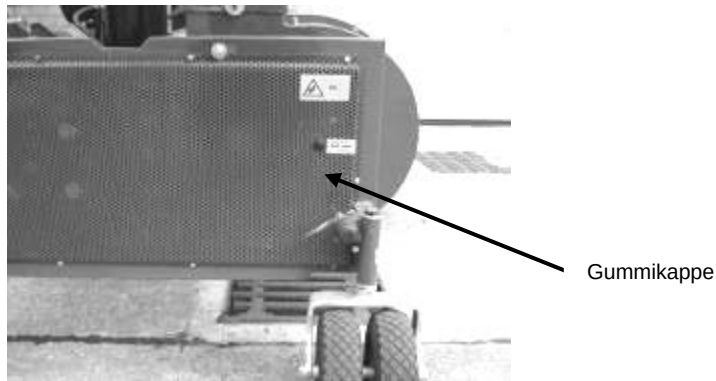

Bild 49: Schmierstelle Lagerbock
1. Entfernen Sie die Gummikappe (siehe Bild 49).